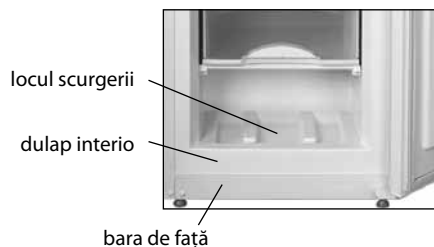

Figura 5 – Colectarea apei
4.1 În timpul dezghețării congelatorul, apa care apare când se topește stratul de zăpadă trebuie să fie ștersă din zona de scurgere cu un material absorbant în conformitate cu Figura 5. Apoi congelatorul trebuie să fie spălat și șters bine.
ATENȚIE! Nu permiteți scurgerea apei în timpul dezghețării și curățării congelatorului. Dacă apa ajunge la consola frontală a carcasei interne și externe, vezi Figura 5, aceasta poate provoca coroziunea exterioară a congelatorului și a pieselor de congelare automata, cât și perturbarea materialelor de izolare, ceea ce duce la formarea fisurilor interne și la eșecul congelatorului.